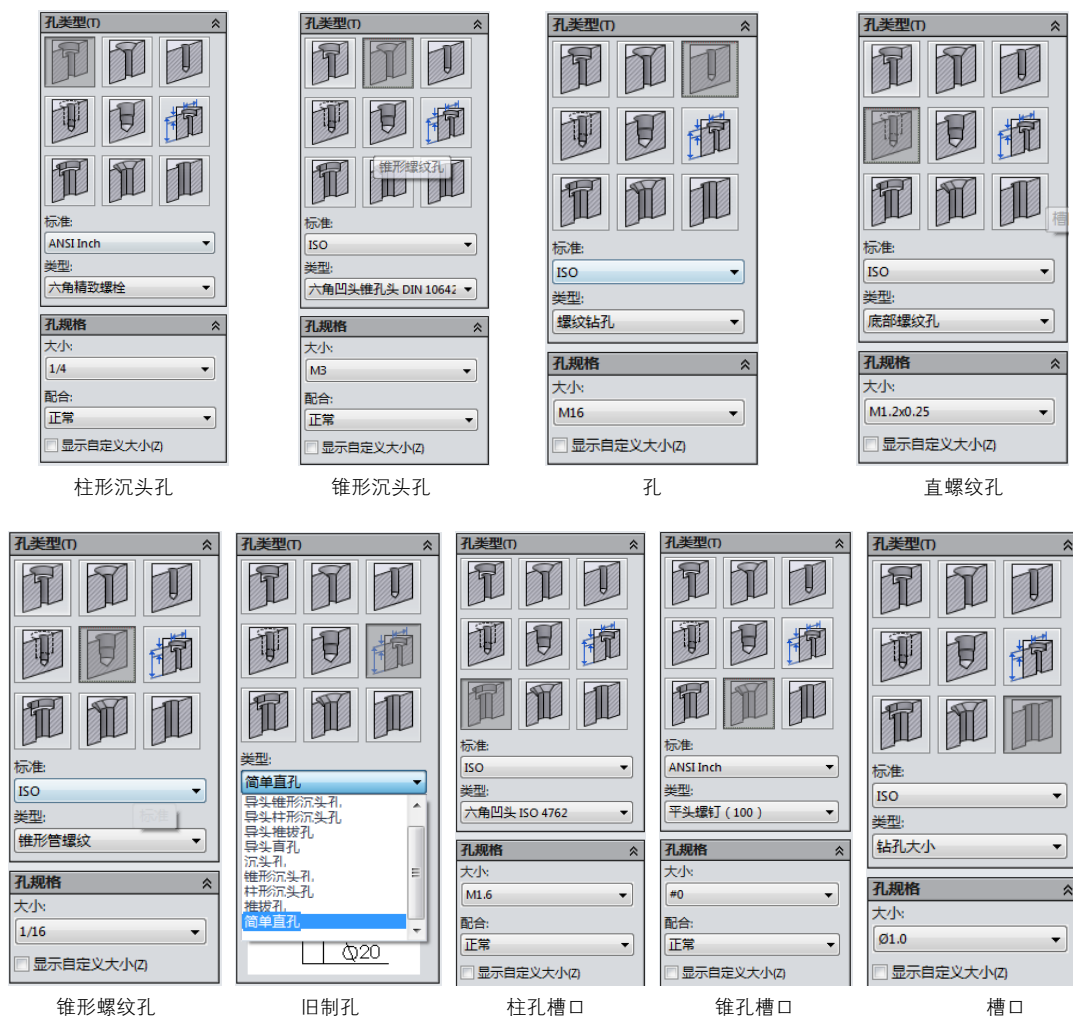

图 5-92 孔类型选项
- 类型：选择孔的类型，以 ISO 标准为例，其选项如图 5-92 所示。